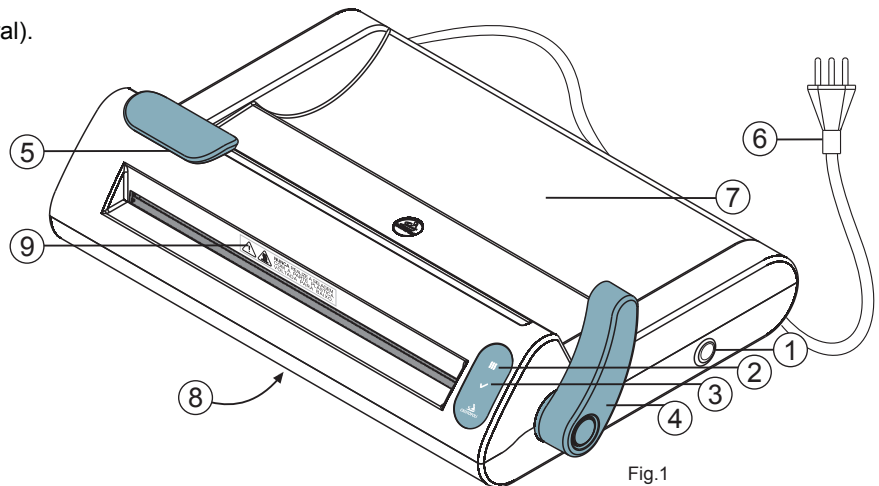

Fig.1
- Este equipo trabaja con altas temperaturas, por eso, evite el contacto con las partes calientes señaladas por el adhesivo (fig.1).
- La Selladora Cristófoli posee doble voltaje automático (puede ser usada tanto en redes de 127 V como en 220 V), como es indicado en el rótulo de identificación, que se encuentra en la parte inferior del equipo (fig. 1).
- 1► Conecte el cable de energía a la red eléctrica y presione el botón de Enciende/Apaga hasta que suenen 3 bips, el LED III estará parpadeando, indicando que la selladora está en la etapa de calentamiento. Al alcanzar la temperatura de sellado (aproximadamente tres minutos con la **palanca levantada**, Fig. 1), serán emitidos 2 bips y el LED III permanecerá encendido, indicando que la selladora está lista para ser utilizada.
- 2► Inserte la punta del papel grado quirúrgico a través de la entrada de sellado, **siempre con el lado del papel para abajo y la parte de plástico hacia arriba**, tire hacia el otro lado y repose el rollo en el compartimento para rollos (fig. 1). Tire el papel para que éste sea sellado en el tamaño deseado.